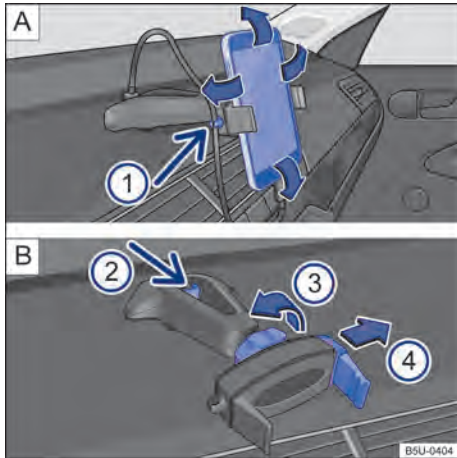

Fig. 188 En la consola central: soporte para smartphone y ajustes.
- Sujetar el soporte con una mano y presionar la tecla de desbloqueo → fig. 188 [B] ② (flecha).
- Con la varilla → fig. 188 [B] ④ mover en la dirección de la flecha e instalar el smartphone en el alojamiento.
- Con la otra mano mover la varilla → fig. 188 [B] ④ hasta que se pueda retirar el aparato del alojamiento.
- Colocar el cable USB en la entrada del cargador USB del soporte existente en el panel de instrumentos → fig. 188 [A].
- Sujetar el cable en el soporte → fig. 188 [A] ①.
- Para liberar el movimiento del soporte, girar la traba → fig. 188 [B] ③ en la dirección opuesta de la flecha.
- Para fijar la posición, girar la traba en el sentido de la flecha ③ → fig. 188 [B] hasta la fijación completa del soporte.
i El soporte para smartphone tiene una garantía de 3 años, con excepción de la varilla deslizante (garra) → fig. 188 **B** (4) que tiene garantía de 1 año. ◀